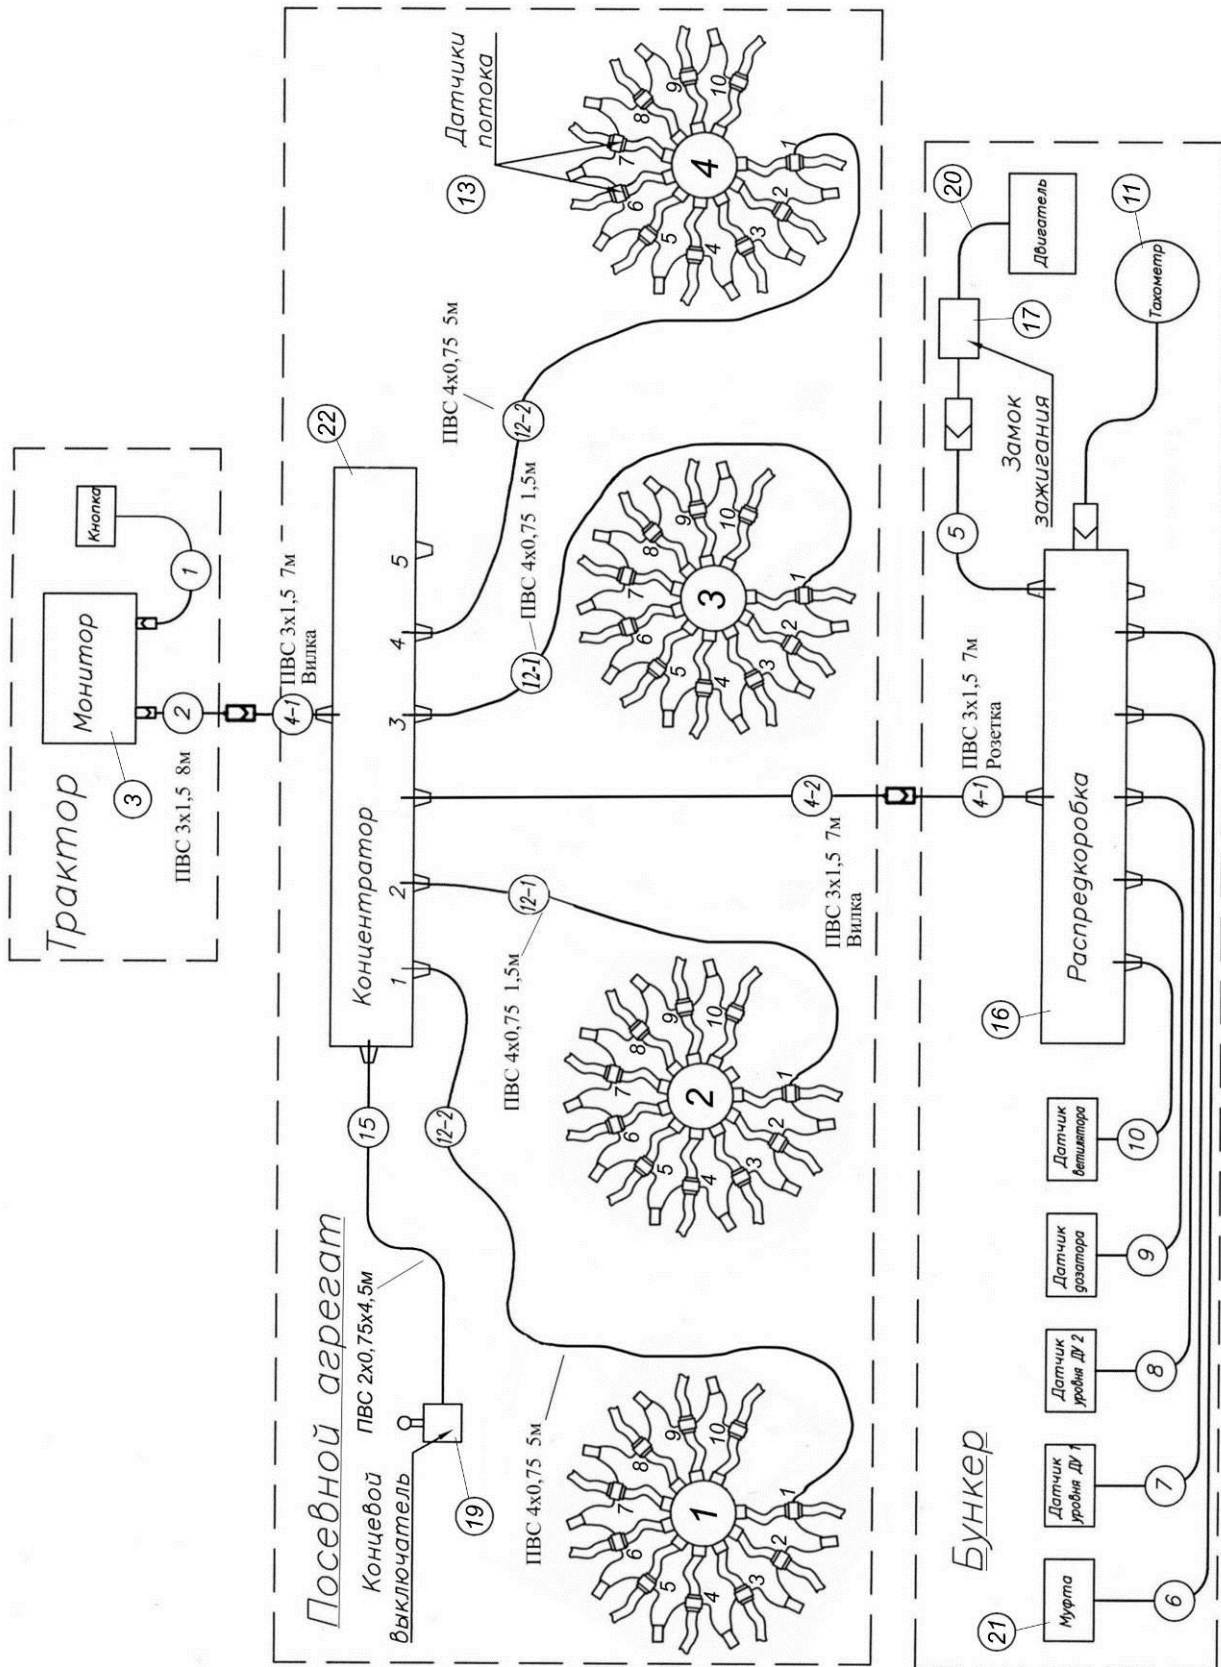

Рис. 7.2.1. Система электрооборудования для ПК "Кузбасс" с двухосным бункером
7.2.1.1. Система электрооборудования для ПК с одноосным бункером (рис. 7.2.1.1)